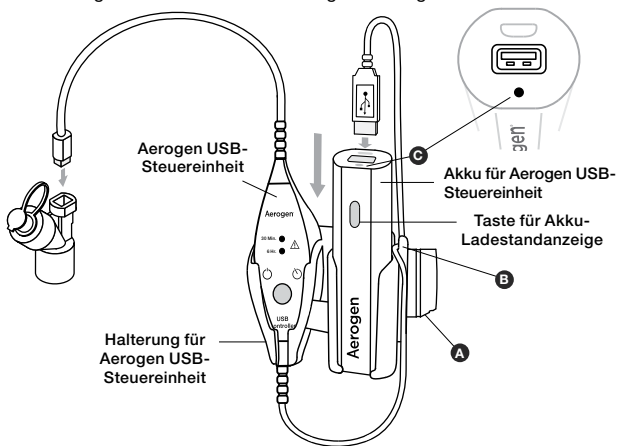

Abbildung 8. Montage von Akku und Halterung für die Aerogen USB-Steuereinheit
2. Die Halterung für die Aerogen USB-Steuereinheit an die Universal-Montagehalterung anschließen, wie in Abbildung 8 dargestellt.
5. Die Aerogen USB-Steuereinheit von oben nach unten in den linken Teil der Halterung für die Aerogen USB-Steuereinheit einschieben und den Akku für die Aerogen USB-Steuereinheit in die rechte Seite der Halterung für die Aerogen USB-Steuereinheit einschieben, wie in Abbildung 8 dargestellt. Sicherstellen, dass das Aerogen Logo auf dem Akku der Aerogen USB-Steuereinheit nach vorne zeigt.
6. Die Kabel in die Klemmen seitlich an der Halterung für die Aerogen USB-Steuereinheit einführen, um sie zu befestigen, wie in Abbildung 8 dargestellt. Überschüssiges Kabel um die Halterung für die Aerogen-USB-Steuereinheit wickeln (Punkt B).
- Eine rot blinkende Leuchte (Punkt C in Abbildung 8) an der Aerogen USB-Steuereinheit weist darauf hin, dass der Ladestand des Akkus gefährlich niedrig ist und er geladen werden muss.